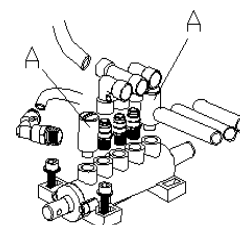

Figure 13
- Desserrez le silencieux de valve (A) qui appartient à la pédale d'ouverture et de fermeture des mâchoires et de la pédale de brise-billes ; (**Figure 13**)
- Nettoyez les silencieux à l'air comprimé, veuillez les remplacer en vous référant à la liste des pièces de rechange s'ils sont endommagés. (**Figure 13**)